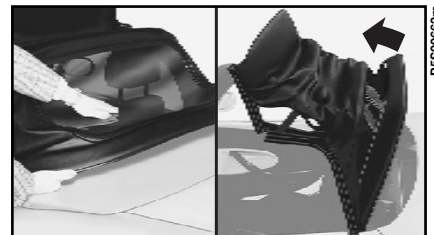

fig. 55
- 4) Manovrando dall'esterno vettura dal lato guida, ripiegare un po' all'indietro la capote fino a quando si riesce a sollevare anche la parte posteriore assicurandosi che il lunotto si pieghi correttamente nella parte centrale; aiutarsi con il palmo della mano **fig. 55**.